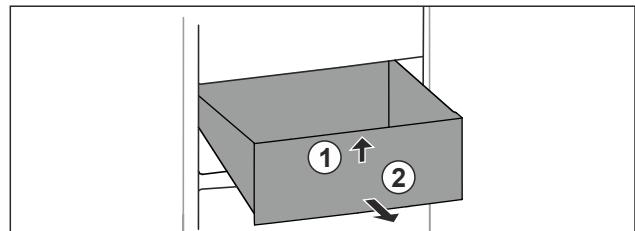

Fig. 101
- Приподнимите выдвижной ящик спереди. Fig. 101 (1)
- Извлеките выдвижной ящик движением вперед. Fig. 101 (2)